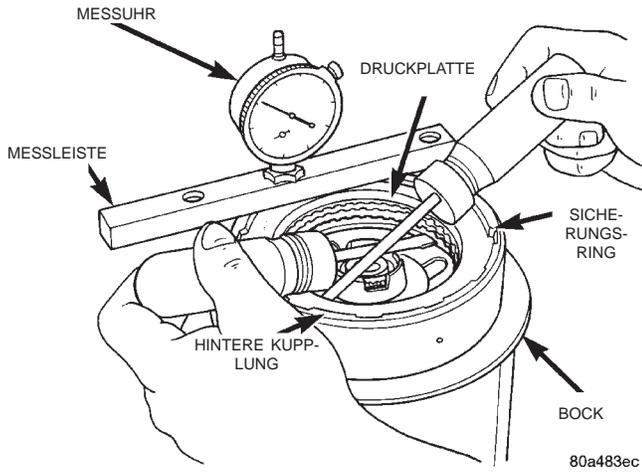

Abb. 143 Prüfen des Kupplungsspiels
(15) Mit geeigneter Meßleiste und Meßuhr Kuppungsspiel messen (Abb. 143).
(a) Meßleiste an der Kupplungstrommel mit dem Meßuhr-Taststift auf der Druckplatte anbringen (Abb. 143).